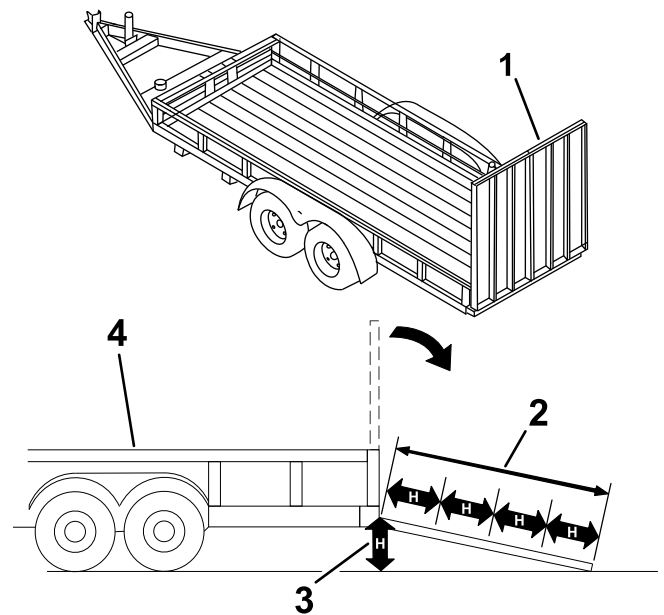

Bild 27
Beim Verladen einer Maschine auf einen Anhänger oder Pritschenwagen erhöht sich die Gefahr, dass die Maschine umkippt und schwere oder tödliche Verletzungen verursacht (Bild 27).
3. Senken Sie die Rampe ab (Bild 27).